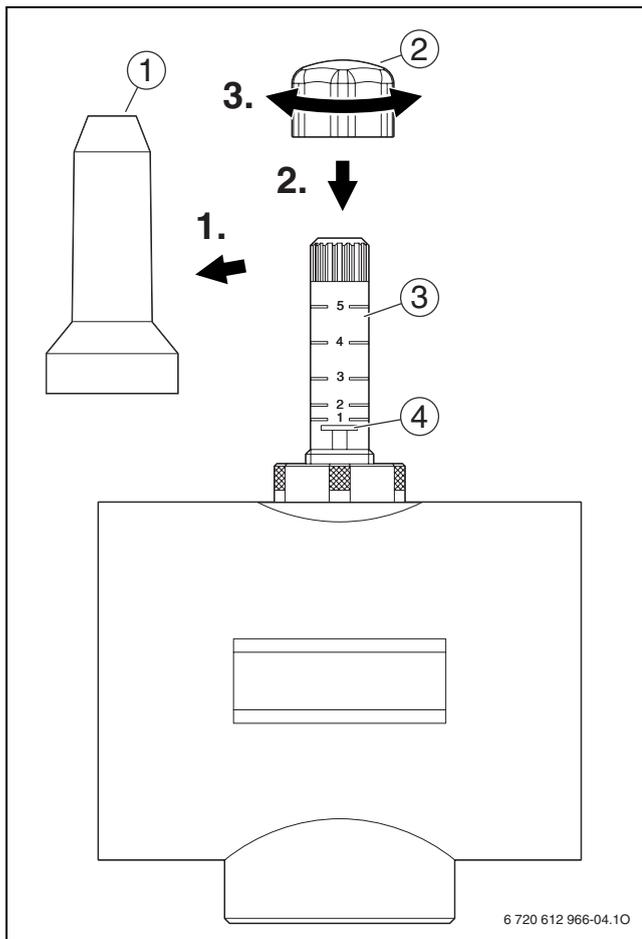

Bild 5
- Abdeckkappe des Durchflussmessers abnehmen (Schritt 1 in Bild 5).
- Handrad von Vorlaufventil abziehen und auf Steigrohr des Durchflussmessers aufsetzen (Schritt 2 in Bild 5).
- Durchflussmesser durch Drehen des Handrads im Uhrzeigersinn bis zum Anschlag schließen (Schritt 3 in Bild 5).